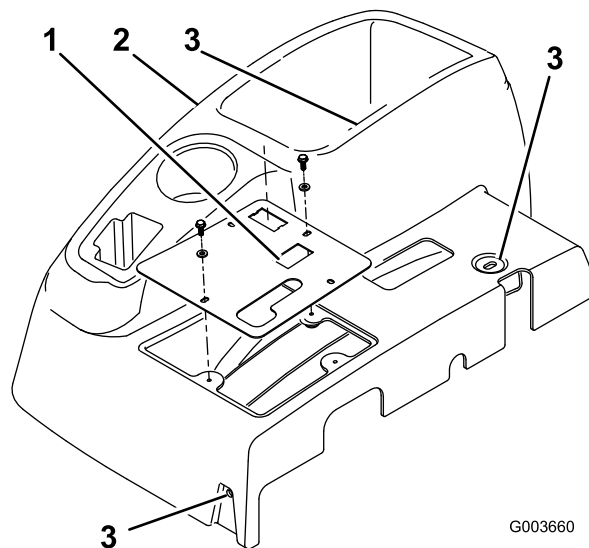

Figure 1
2. Retirez les 4 rondelles et boulons qui fixent le panneau de commande à la console (Figure 1). Débranchez le câble du compteur horaire. Enlevez le panneau de commande (Fig. 1).
3. Retirez les 3 boulons qui fixent la console au châssis (Figure 1). Enlevez la console en soulevant délicatement son bord inférieur autour du support et en la faisant remonter derrière la poignée de frein.